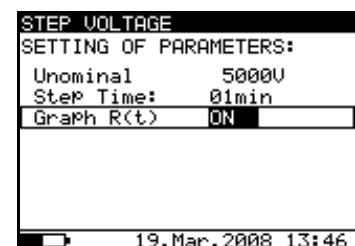

Abb. 25. Einstellmenü bei der Stufenspannungsprüfung
- Drücken Sie die Taste **SELECT**; das Einstellmenü erscheint im Display, siehe **Abb. 25**.